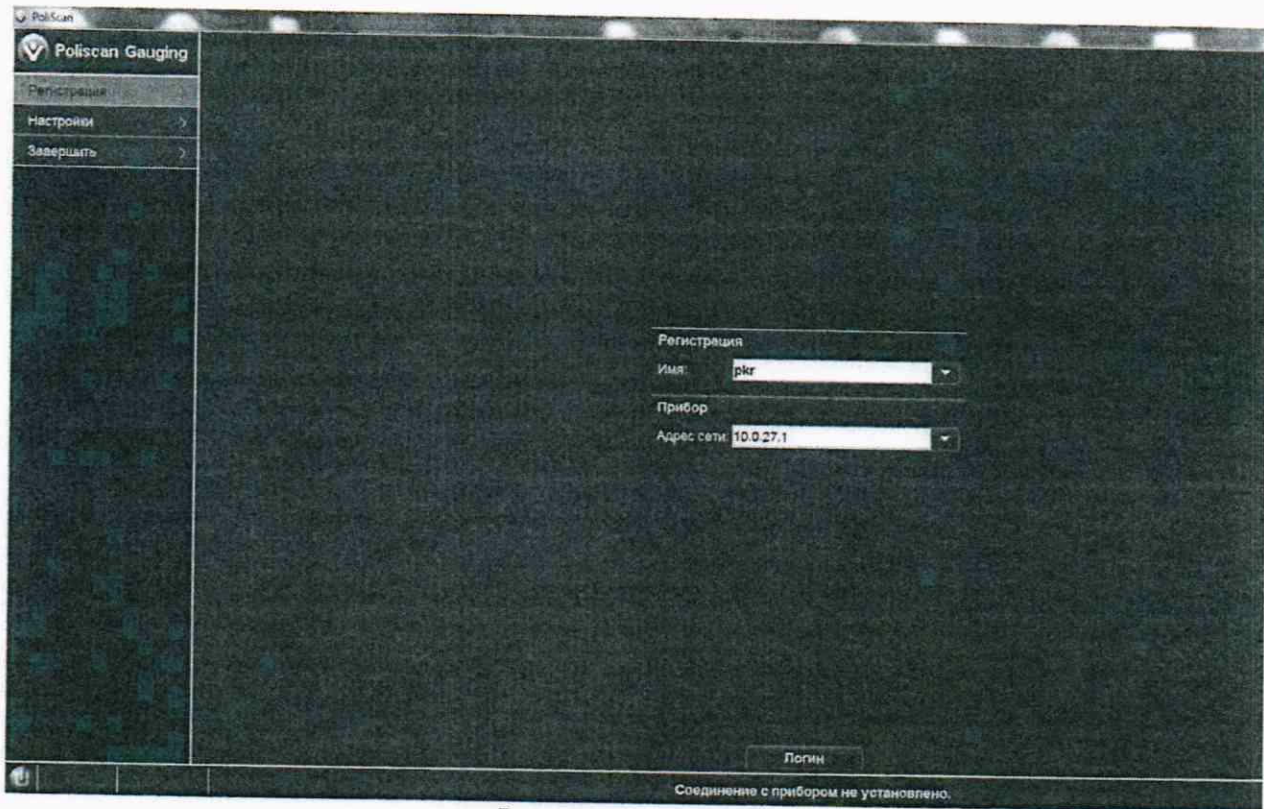

Рисунок 2
- установить сетевое подключение к поверяемому измерительному блоку, появляется окно для ввода пароля (рисунок 2).